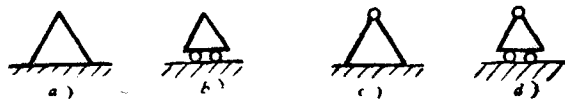

图 3 支点在略图中的画法。
1. 固定支点如图 3 *a*。
2. 可动支点如图 3 *b*。
3. 带活銷連接的固定支点如图 3 *c*。
4. 带活銷連接的可动支点, 如图 3 *d*。